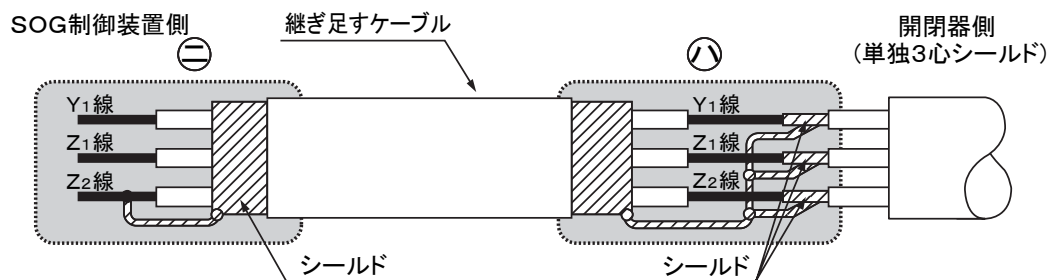

図 12 ケーブルの継ぎ足し
- ㊧ 開閉器側制御ケーブルの端末は、シールド線を Z2 端子に半田付けしていますので、継ぎ足す場合にはシールド線を外し、端子記号を合わせて接続してください。また開閉器側の Y1、Z1、Z2 のシールド線と継ぎ足すケーブル側のシールドを接続してください。(図 12)
- ㊨ 継ぎ足した側のケーブル端末は、SOG 制御装置側でシールドと Z2 端子を接続してください。(図 12)